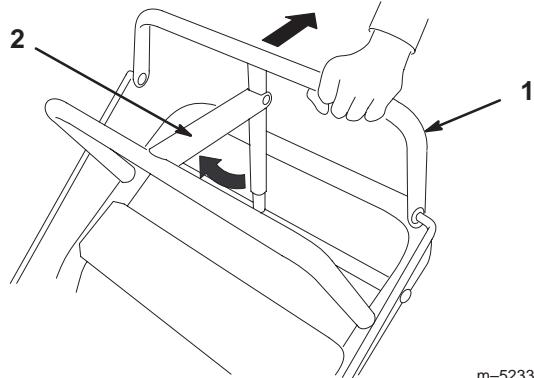

Bild 11
- Kontrollieren Sie die Feststellbremse auf ihre einwandfreie Einstellung. Das Bremsgestänge muss so eingestellt sein, dass der Feststellbremshebel fest ist, wenn er gegen die starre Leiste gedrückt wird, während Sie die obere Schaltleiste nach hinten ziehen (Bild 11).